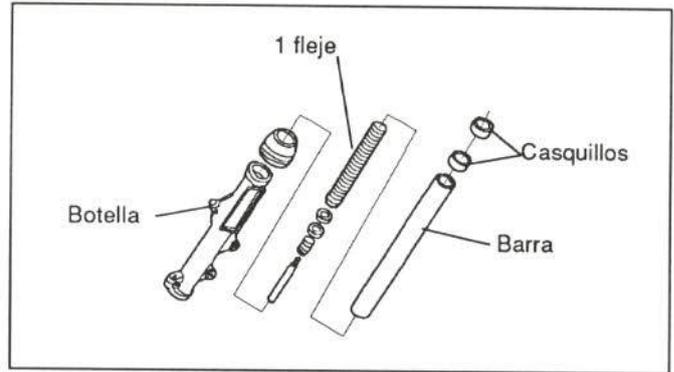

Figura 28.- Unión del conjunto barra-botella
- Conjunto barra-botella (figura 28)
Para la sustitución de la barra deberán desmontarse el conjunto barra-botella (figura 28), procediéndose de forma análoga que para la botella.